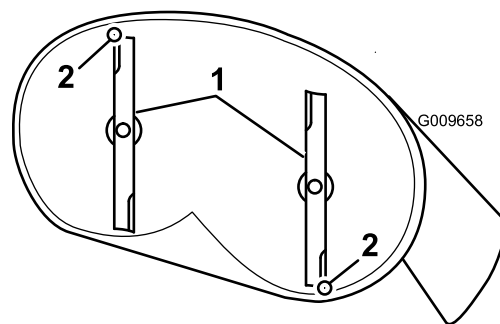
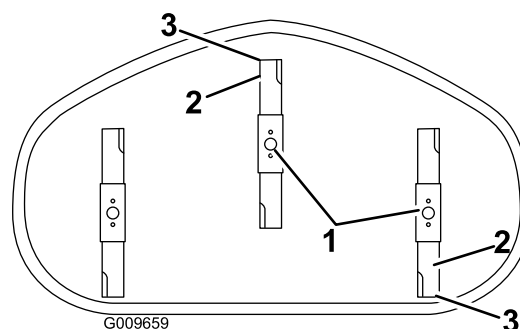

Figure 67
Figure 68
4. Faites pivoter les lames avec précaution pour faire passer les pointes avant à l'arrière (Figure 67 et Figure 68).
5. Mesurez la distance entre la pointe de la lame avant et la pointe de la lame arrière par rapport à la surface plane (Figure 67 et Figure 68).
9. Une fois le réglage effectué, vérifiez à nouveau l'inclinaison avant/arrière des lames ; continuez d'ajuster l'écrou jusqu'à ce que la pointe avant de la lame soit de 1,5 à 8 mm plus bas que la pointe arrière (Figure 67 et Figure 68).